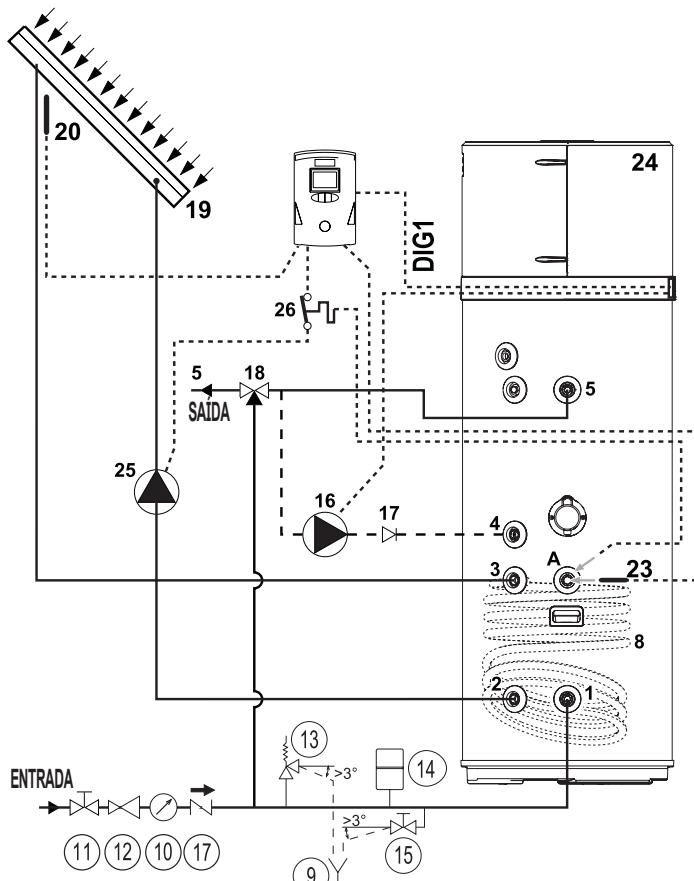
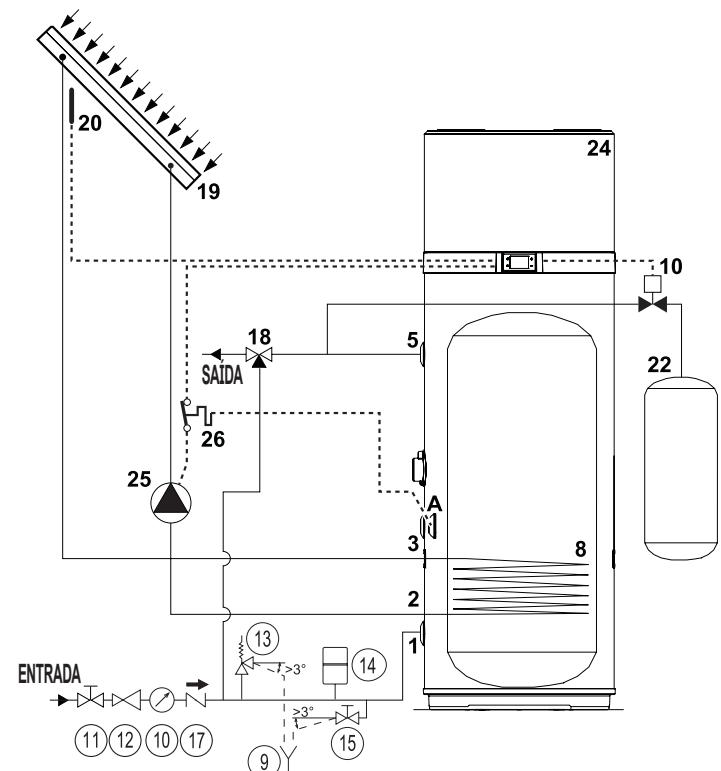
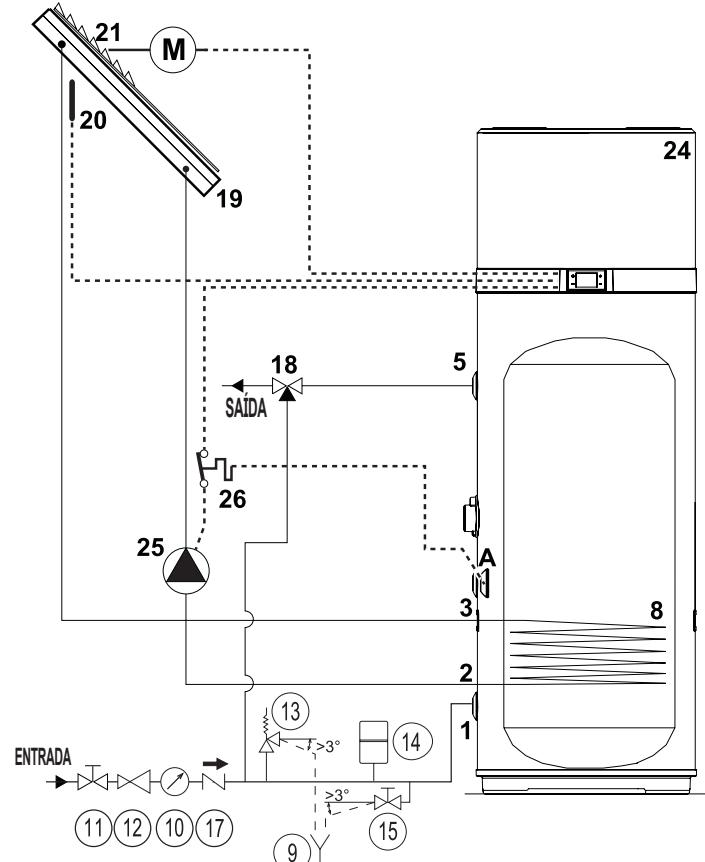

fig. 21
fig. 22
fig. 23
A figura seguinte (fig. 21) mostra como ligar o equipamento a um sistema térmico solar controlado por um controlador eletrónico correspondente (não fornecido) que possui uma saída de tipo "contacto isento de tensão" a ligar à entrada DIG.1 do equipamento (ver "6.8.1 Ligações remotas").
As figuras seguintes (fig. 22 e fig. 23) mostram como ligar o equipamento a um sistema térmico solar controlado diretamente pelo último, sem o auxílio de um controlador eletrônico correspondente.
Na configuração de fig. 22, no caso de temperatura excessiva do coletor solar, uma válvula de drenagem (não fornecida) é ativada para descarregar água quente contida no equipamento para um depósito de acumulação de AQS (amortecedor).
Na configuração de fig. 23, contudo, nesta condição, o obturador do coletor solar está fechado.
**Legenda (fig. 21, fig. 22 e fig. 23)**